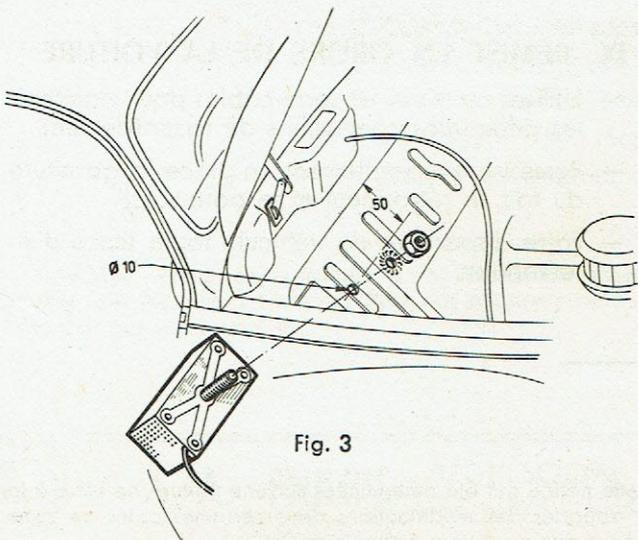

Fig. 3
- Suivant les indications portées Fig. 3 percer dans la tôle de séparation côté moteur un trou de \varnothing 10 mm.